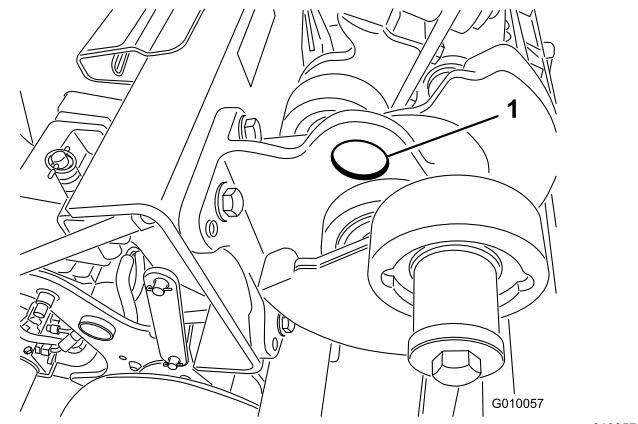

Figura 39
**Nota:** Si se encuentra disponible, utilice un polipasto para elevar parte trasera de la máquina. Utilice los ojales de los alojamientos de los cojinetes del cabezal de perforación como puntos de enganche del polipasto (Figura 39).